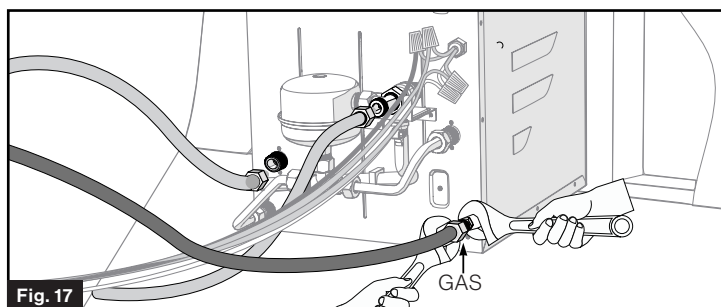

Fig. 17
1. Conecte la línea de servicio de gas a la boquilla de gas LP de $\frac{3}{8}$ " en la parte posterior del aparato. Use dos llaves para apretar la boquilla de compresión. Evite apretar en exceso, podría dañar la unidad. (Fig. 17)